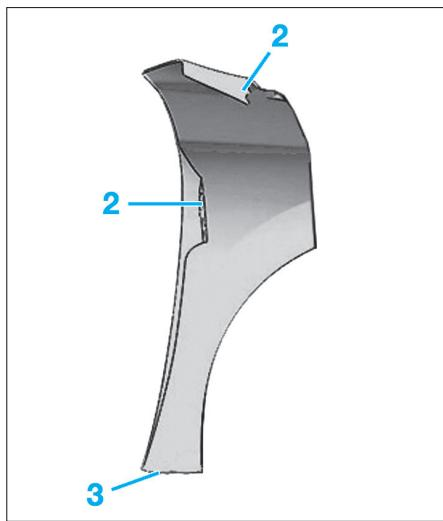

Fig. 11
- Desserrer les vis (2) et (3) (Fig.11).